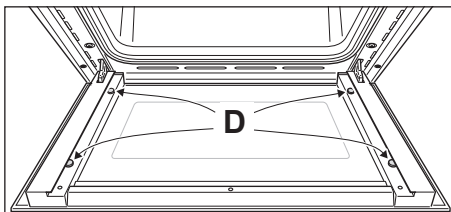

Fig. 4.17
IMPORTANTE: È consigliabile, durante la rimozione del vetro, tenere premuti in posizione i 4 distanziatori "D", mediante un dito, al fine di evitare la rottura o lo sfilamento dei distanziatori stessi (fig. 4.17).
- Verificare che i 4 distanziatori "D" siano nella loro posizione (fig. 4.17).